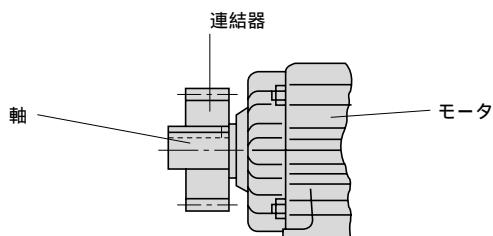
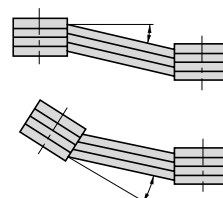

図3
図4
(2) チェーン・スプロケット、ギヤを使用する場合
- ・スプロケットやギヤの荷重作用点が軸中央よりモータ側へくるようにしてください。(図3参照)
(3) Vベルトを使用する場合
- ・両プーリ間の平行度、偏心度は $20'$ 以内としてください。(図4参照)